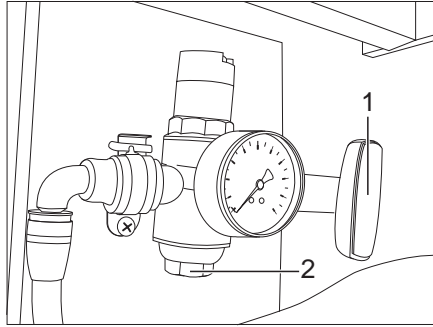

Fig. 178 Réducteur de pression (robinet d'arrêt principal fermé)
- Fermer le verre-regard (Fig. 178,2) du réducteur de pression.
- Fermer le robinet d'arrêt principal du réducteur de pression (Fig. 178,1).
- Ouvrir le robinet d'arrêt principal du réducteur de pression (Fig. 178,1).